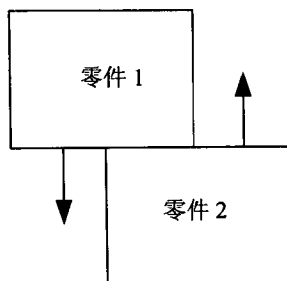
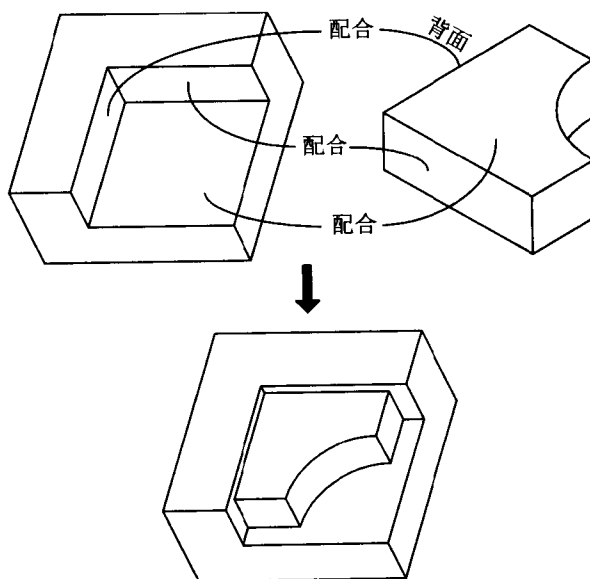

图 1.8
图 1.9
- (1) **Mate**: 两平面配合, 且两平面反向(亦即两平面的垂直方向为反向), 如图 1.8 及图 1.9 所示。